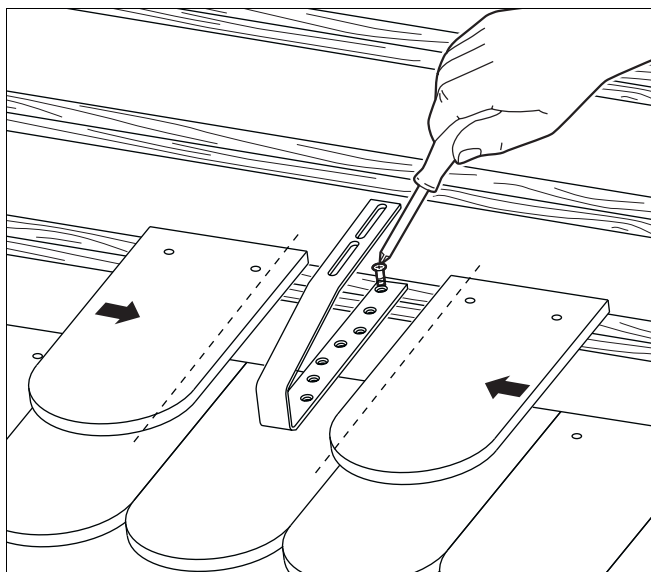

Fig. 25 Cortar la teja plana y montar los complementos de los ganchos especiales de tejado (accesorio)
- ▶ Monte los complementos de gancho especial de tejado (accesorio: condiciones de aplicación véase capítulo 6.2.2 "Enganchar el complemento de gancho de tejado (accesorio)", página 22) centrados sobre la teja plana por medio de los tornillos adjuntos (fig. 25).
- ▶ Corte las tejas planas adyacentes (fig. 25, por la línea discontinua).